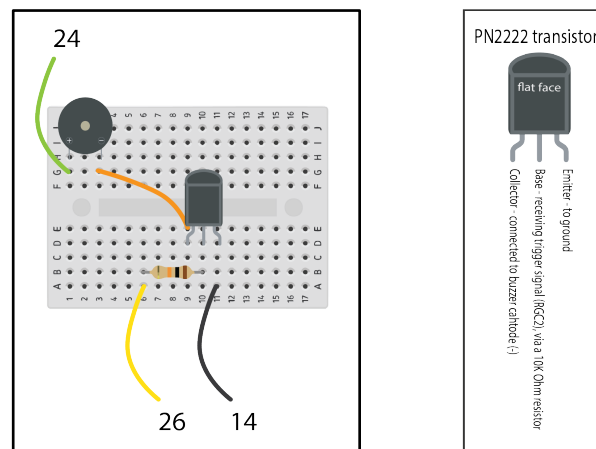

Figure 19. Diagrama de conexión del circuito del buzzer (relacionado con la lección 2)
- Conecte los componentes según se muestra en **Fig. 19**. Primero, conecte los tres cables del Connector Pre-Crimped Cable Kit a los pines de salida correspondientes. A continuación, conecte estos cables en serie mediante conectores Dupont hembra-macho (utilice cinta eléctrica o aislante para asegurar las conexiones). Tenga en cuenta que el buzzer está conectado a la placa GPIO mediante los pines de salida ubicados en la parte posterior de la caja (consulte **Figs. 10, 12 and 17**). Con este circuito, el zumbador solo sonará cuando los pines 24 y 26, que corresponden a RGC1 y RGC2, envíen 3,3 V simultáneamente, lo cual ocurre cuando RGC1 y RGC2 están activados al mismo tiempo.